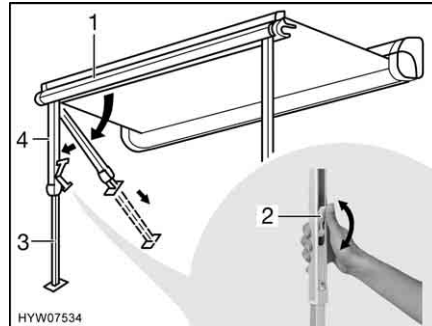

Fig. 27 Installazione dei montanti di supporto
- Estrarre i montanti di supporto (Fig. 27,4) dal listello anteriore (Fig. 27,1) ribaltandoli e montarli.
- Aprire il bloccaggio sui montanti di supporto. A tal fine ripiegare la leva di serraggio (Fig. 27,2) verso l'alto.
- Estrarre la parte inferiore dei montanti di supporto (Fig. 27,3) fino alla lunghezza desiderata.